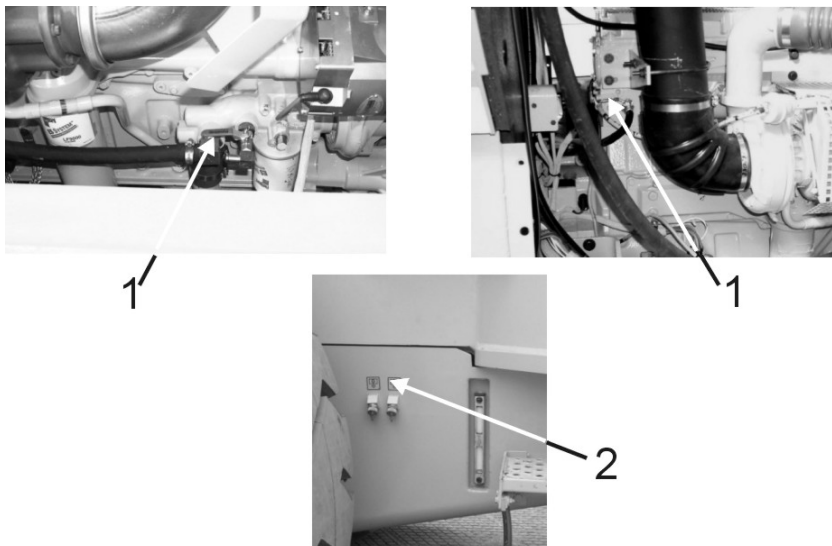

Рис. 5.22. Клапан слива охлаждающей жидкости и отсечные клапаны отопителя кабины
2. Проверить и при необходимости открыть отсечные краны (1, Рис. 5.22.) отопителя кабины.
3. Свинтить защитный колпачок (2, Рис. 5.22.) со сливного клапана и вкрутить наконечник сливного шланга (шланг входит в комплектацию машины) в сливной клапан. По мере вкручивания наконечника шланга в клапан, сливной клапан будет автоматически открываться. Для обеспечения слива жидкости из отопителя необходимо ручку (34, Рис. 4.4.) регулировки температуры отопителя, находящуюся в кабине на боковом пульте, повернуть максимально вправо.